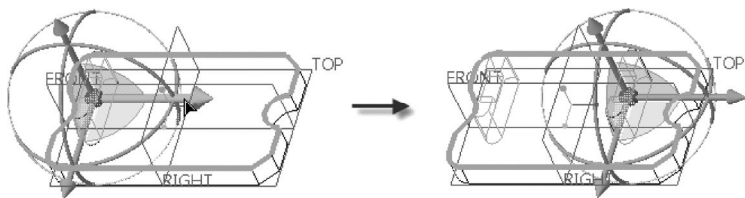

图 8-17 使用拖动器平移选定的图形几何
5) 在拖动器中按住一条水平控制柄并沿着该控制柄轴线平移选定图形几何，移动后的新参考位置如图 8-17 所示。